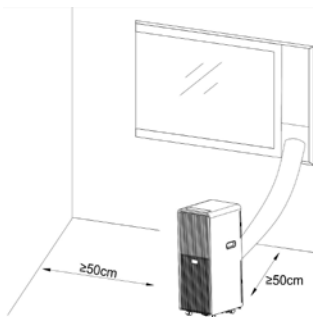

Fig. 7
2. Comme indiqué sur les figures 7 et 8, installez le tuyau d'évacuation et ajustez la position de la fenêtre.